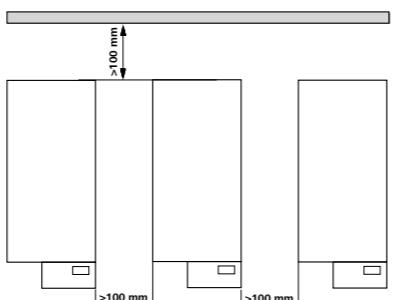

Fig. 2
- Upoštevajte najmanjše razdalje med napravami, med napravo in steno ter nad sestavljenim napravo (najmanj 800 mm), (Fig. 2).